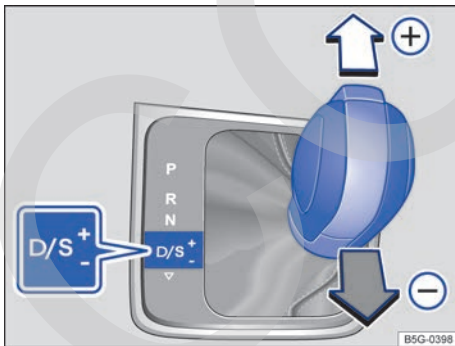

Fig. 133 Palanca selectora en la posición Tiptronic.
- Para cambiar a una marcha más larga o más corta, empuje levemente la palanca selectora hacia delante (+) o hacia atrás (-) → fig. 133.